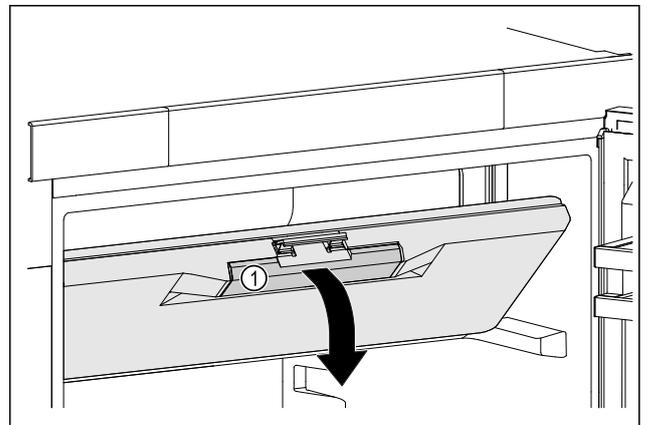

Fig. 48
- Afferrare lo sportello del vano congelatore dalla maniglia incassata Fig. 48 (1).